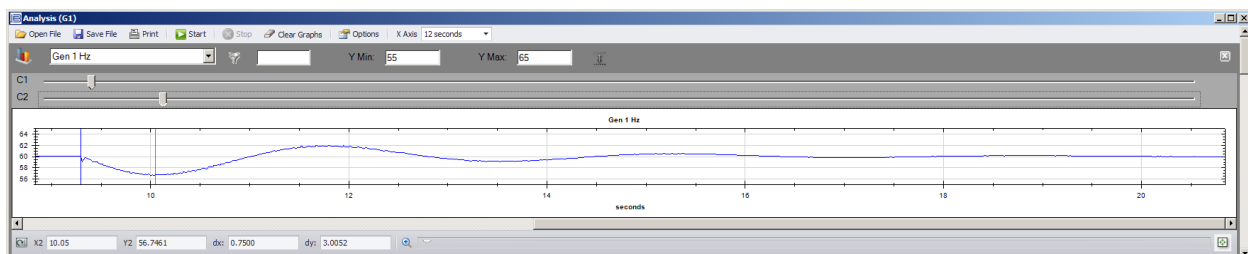

Abbildung 22-2. 750 ms Zeit bis lokales Drehzahlminimum – erste T1a 0,375
2. Messen Sie die Zeit vom Anlegen der Last bis zum ersten lokalen Minimalwert des Drehzahlsignals. Stellen Sie die T1a Washout Filterkonstante auf etwa die Hälfte dieses Wertes ein. Das Beispieldiagramm in Abbildung 22-2 zeigt, dass das lokale Drehzahlminimum 750 ms nach Anlegen der Last erreicht wird. Die T1a Washout Filterkonstante sollte daher auf 0,375, die Hälfte der gemessenen Zeit, eingestellt werden.